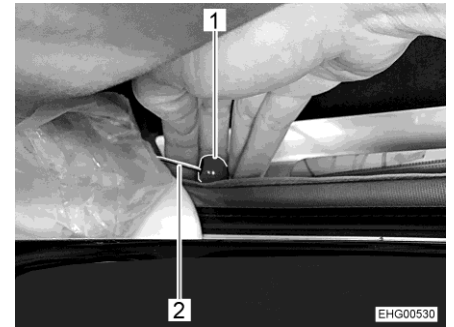

Fig. 39 Desbloqueo de emergencia
- Tirar del botón rojo (Fig. 39,1) del cables de accionamiento (Fig. 39,2) en ambos lados.